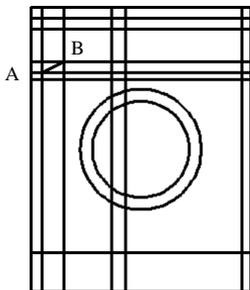

图 17.6.12 绘制直线
Step7. 绘制直线。选择下拉菜单 **绘图(D)** \rightarrow **直线(L)** 命令，选取图 17.6.12 所示的点 A 与点 B 为直线的起点与终点，按 Enter 键结束。